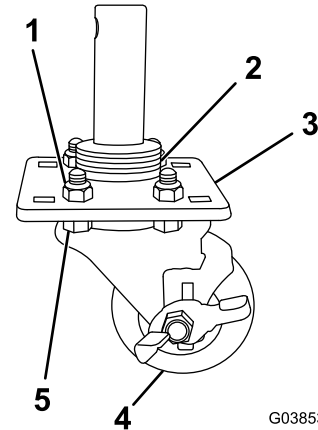

Figura 7
1. Monte las ruedas giratorias como se muestra en la Figura 7.